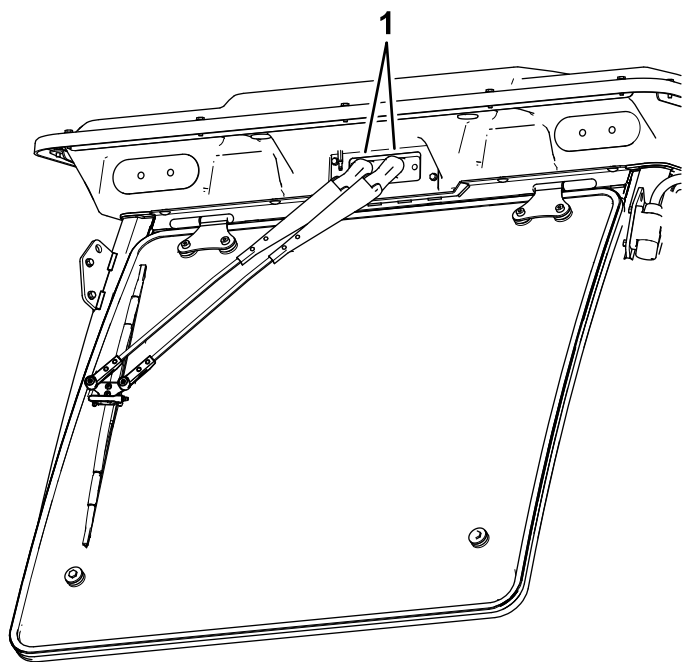

Figure 32
- Ouvrez les capuchons sur les bras d'essuie-glaces (Figure 32).